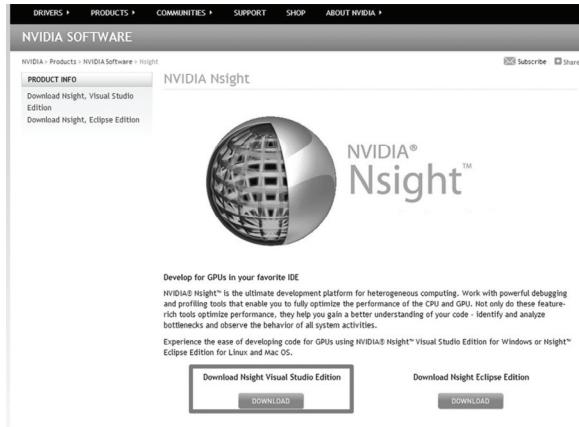

图 B.1 NVIDIA Nsight 网站。选择 Download Nsight Visual Studio Edition for Visual Studio
1. 访问 NVIDIA Nsight (<http://www.nvidia.com/object/nsight.html>) 进行用户注册，会看到图 B.1 中的屏幕。